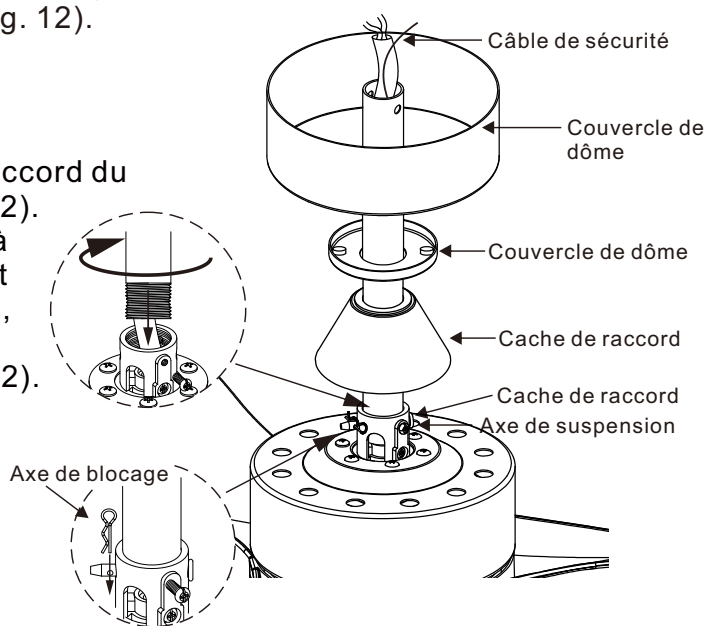

Figure 12
**Étape 5 :** Faire passer les câbles électriques et le raccord du câble de sécurité (sortant du haut du moteur) à travers le cache de raccordement, le cache de dôme, le dôme puis la boule/tige de suspension. Consulter la (Voir fig. 12).
**Étape 6 :** Visser la tige de suspension dans le raccord du moteur jusqu'à l'alignement des trous (voir fig. 12). Insérer délicatement la goupille de suspension à travers les trous du collet et de la tige en prenant soin de ne pas coincer les câbles internes. Enfin, enfoncer la goupille de verrouillage dans le trou terminal jusqu'au claquement audible (voir fig. 12).
**Étape 7 :** Serrer fermement les deux vis de fixation contre la tige de suspension au niveau du raccord (voir fig. 12)